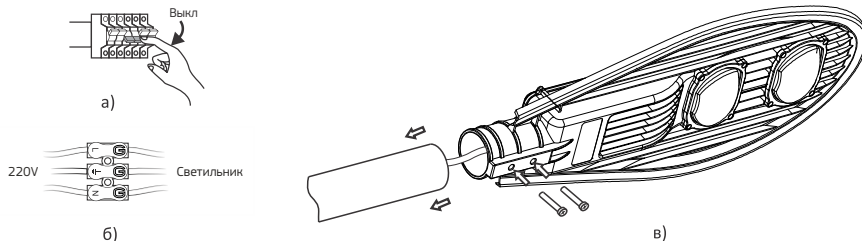

Рисунок 2 – Установка и подключение.
- 5.2. Перед монтажом к существующей питающей сети 220 В, отключите питание сети (Рисунок 2, а).
- 5.3. Подсоедините провода питания к клемме светильника Geniled (Рисунок 2, б).